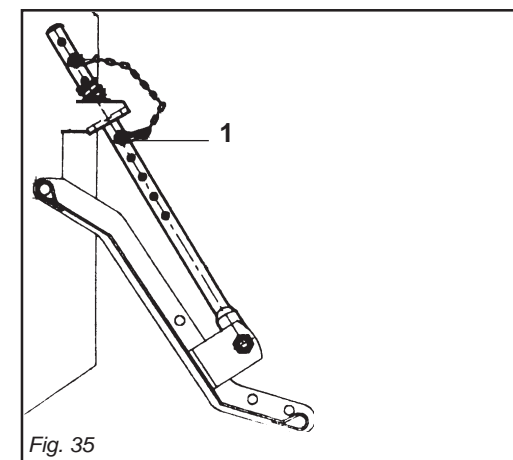

Fig. 35
- 3) Nel caso che la macchina sia dotata di martinetto antiribaltamento posizionare il perno come in figura (1 Fig. 35).
- 3) If the machine has a safety ram, position the pin as shown in the figure (1 Fig. 35).
- 3) Si la machine est dotée d'un vérin anti-retournement, placer l'axe comme indiqué dans la figure (1 Fig. 35).
- 3) Falls die Maschine mit einem Hydrozylinder gegen Umkippen ausgerüstet ist, muss der Bolzen wie in der Abbildung (1 Abb. 35) gezeigt angeordnet werden.
- 3) Si la máquina posee cilindro antivuelco posicionar el perno como se ve en la figura (1 Fig. 35).